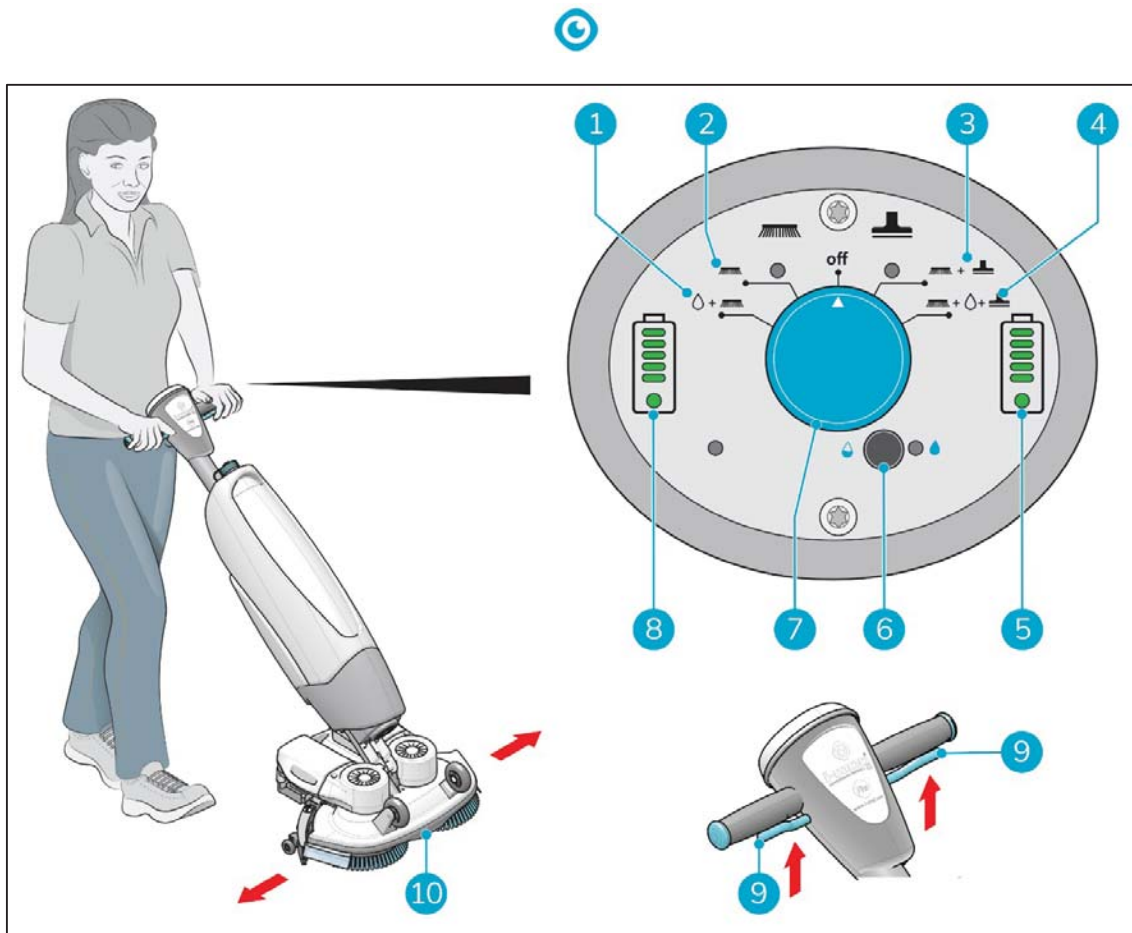

Figure 17
5. Choisissez votre mode de nettoyage via l'interrupteur principal (Figure 17, pos 7). Cela activera également l'i-mop XL Plus.
- MODE 1 : brosse + eau/solution de nettoyage (Figure 17, pos 1).
- MODE 2 : brosse uniquement (Figure 17, pos 2).
- MODE 3 : brosse + aspiration (Figure 17, pos 3).
- MODE 4 : brosse + eau/solution de nettoyage + aspiration (Figure 17, pos 4).
7. Appuyez sur la gâchette de la poignée (Figure 17, pos 9).
10. Dirigez en tournant doucement la poignée vers la gauche ou la droite pour déplacer la plate-forme de récurage (Figure 17, pos 10).
11. Relâchez la gâchette (Figure 17, numéro 9) pour arrêter immédiatement l'i-mop XL Plus. Le moteur d'aspiration s'arrête après 3 secondes.